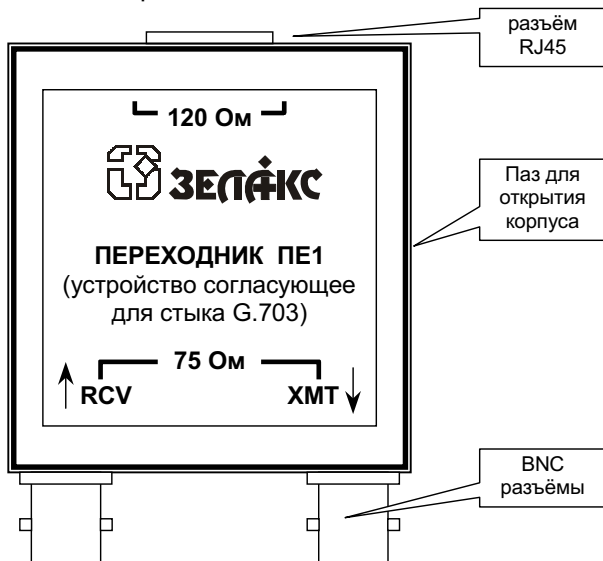

Рис. 1 Внешний вид переходника ПЕ1
1. Вставить плоскую отвертку или нож подходящего размера в паз, расположенный в боковой стенке корпуса (см.Рис. 1), и повернуть. Корпус переходника раскроется.